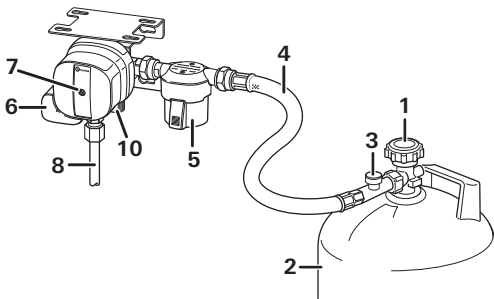

Bild 1a
- Die Gasflasche (2) anschließen und den einwandfreien Zustand des Schlauchanschlusses sicherstellen.
- Flaschenventil (1) öffnen.
- Die Schlauchbruchsicherung (Bild 1a – 3) am Hochdruckschlauch ungefähr 5 Sekunden lang kräftig drücken.
- Ist der gelbe Resetknopf (7) nicht gedrückt (Stellung „nicht betriebsbereit“), den Crashsensor zurücksetzen.
- Ventil (1) der leeren Gasflasche (2) schließen.
- Hochdruckschlauch (4) von der Gasflasche (2) abschrauben bzw. falls vorhanden, Aufsteckadapter abnehmen.
- Ventil (1) der vollen Gasflasche öffnen.
- Schlauchbruchsicherung (Bild 1a – 3) drücken und gegebenenfalls gelben Resetknopf (7) drücken, leicht im Uhrzeigersinn drehen und 10 Sekunden halten.
- Länderspezifischen Hochdruckschlauch (4) am Eingang Gasfilter (5) / MonoControl CS und an die Flasche (2 / bzw. am Aufsteckadapter) anschrauben.
- Das Flaschenventil (1) öffnen.